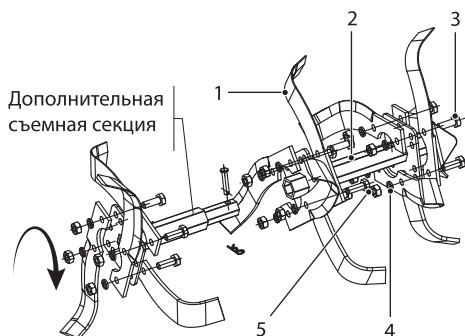
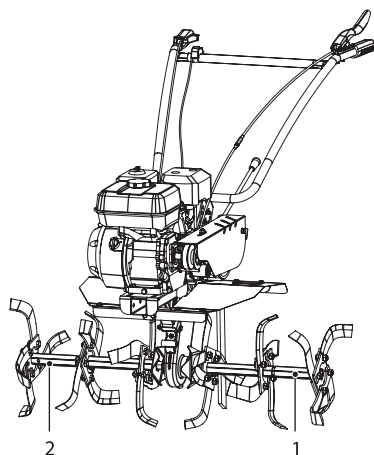

Рис. 7
Рис. 8
Для работы мотоблока с фрезами их необходимо самостоятельно собрать из прилагаемого комплекта. Схема сборки правой фрезы показана на рис. 7. Фреза разборная, состоит из двух секций: одноручьевая и двухручьевая. Левая собирается зеркально.
Последовательно установите ножи 1 на фланцы 2 оси фрезы (рис. 7) (устанавливайте ножи таким образом, чтобы заточенные поверхности ножей при работе вращались вперед) и надежно закрепите их с помощью болтов 3, шайб 4 и гаек 5. Фрезы необходимо собирать правильно, т.е. каждый последующий набор ножей (ручей) должен идти со смещением на 30°, образуя пространственную спираль. Данная схема позволяет равномерно распределять нагрузку на двигатель при вращении вала. Левая (1) и правая (2) фреза собирается симметрично относительно друг друга (рис. 8).